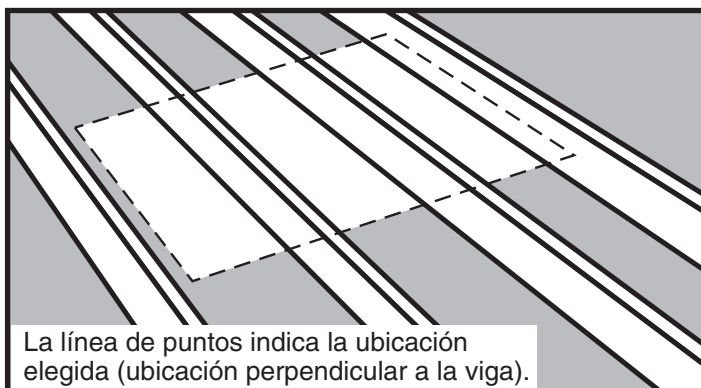

Figura 8
(B) Si la ubicación elegida es perpendicular a las vigas, marque el ancho de la abertura sin terminar sobre las vigas (vea la Figura 8).